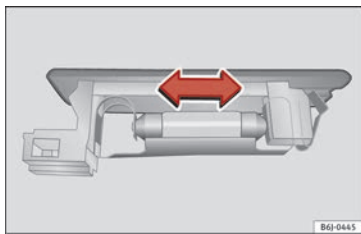

Fig. 195 Luce del bagagliaio.
- Premere lateralmente la lampada ed estrarla dalla sede » **fig. 195.**